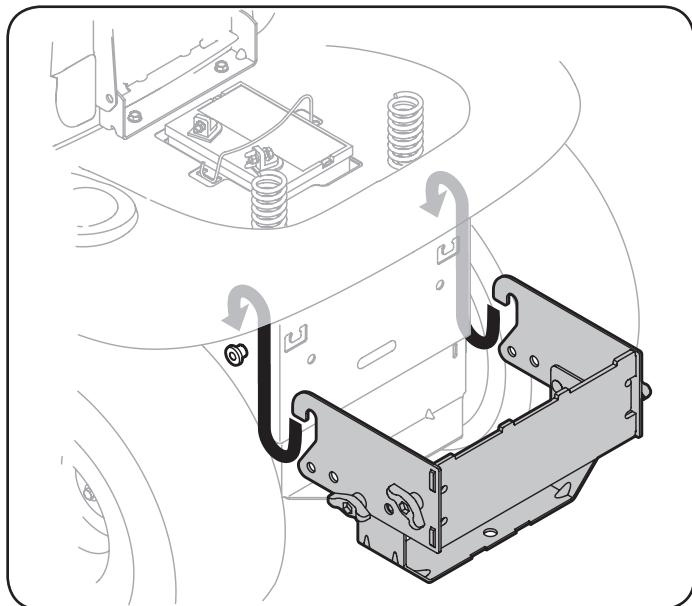

Figura 8
- Coloque los extremos con gancho del conjunto de montaje sobre los pernos con reborde que están en la parte posterior del bastidor del tractor, como se muestra en la Figura 8, y alinee el orificio central de la ménsula de soporte de enganche con el orificio del enganche del tractor.